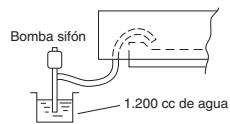

Fig. 3-15
- (3) Vierta unos 1.200 cc de agua en la bandeja de drenaje utilizando una bomba sifón a través de la rejilla de salida del aire. (Fig. 3-15)